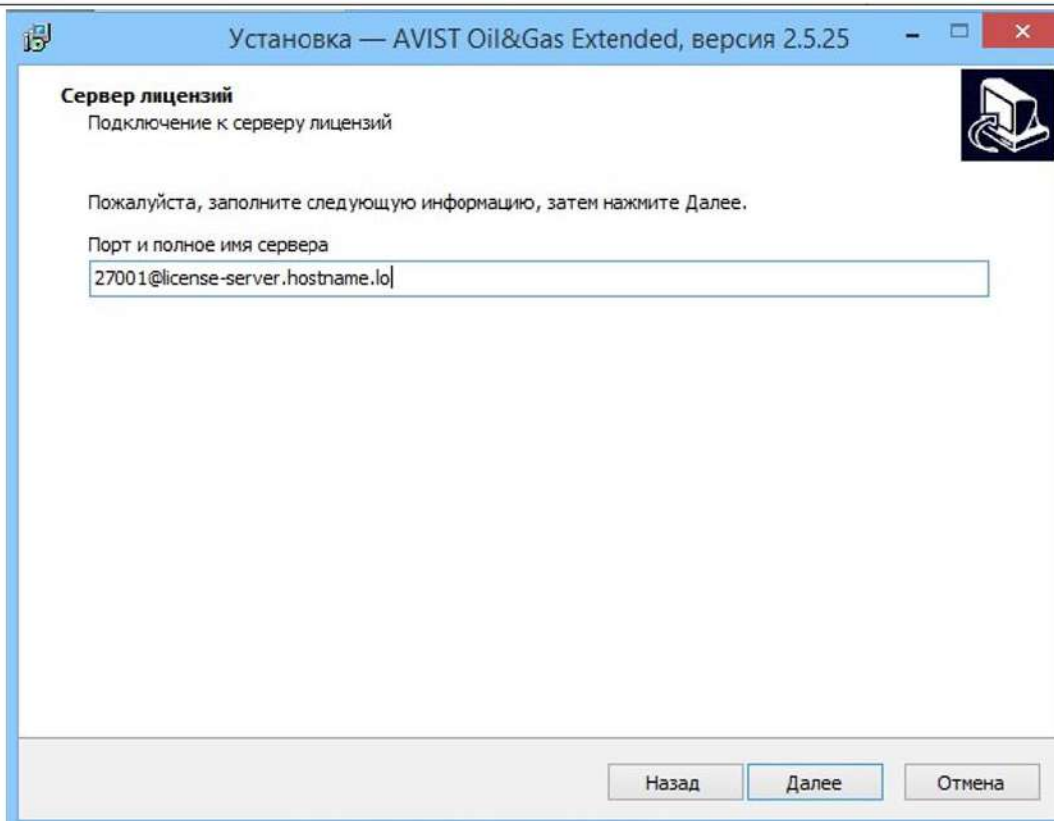

Рисунок 37 - Подключение сервера лицензий
- 9) Заполнить порт и полное имя сервера лицензий, нажать кнопку «Далее» (Рисунок 37).